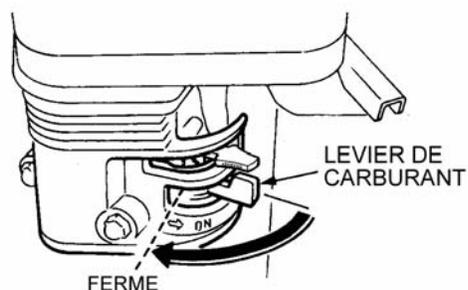

Figure 24. Levier du robinet à carburant (ARRÊT)
- Placez le levier du robinet de carburant (Figure 24) en position **ARRÊT**.